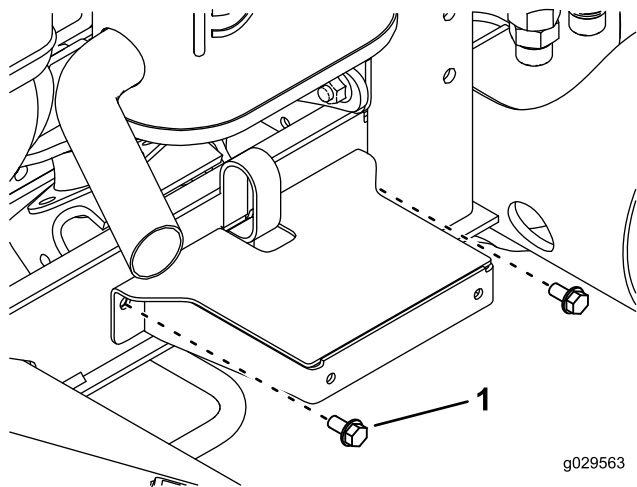

Figura 36
12. Usando los taladros que acaba de perforar, sujete el soporte del guardabarros en el canal del bastidor con 2 tornillos autorroscantes (5/16" x 5/8"), según se muestra en Figura 36.